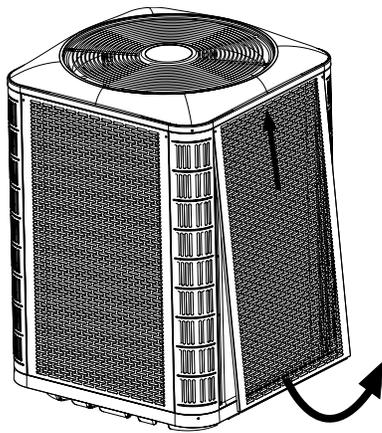
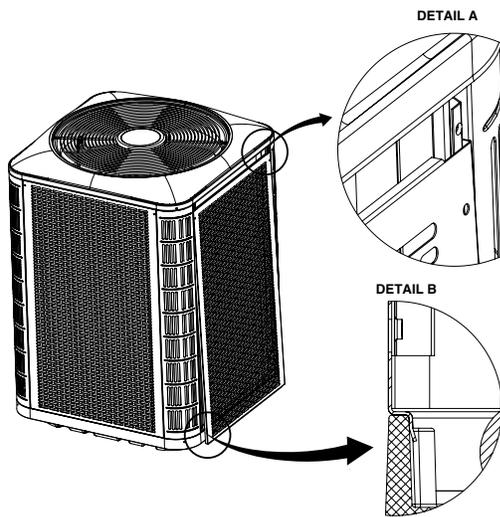

Figure 6. Désassemblage du panneau
Figure 7. Installation du panneau
- Pour accéder aux composantes internes de l'appareil, consultez la Figure 6 \(page 8\) pour désassembler le panneau et la Figure 7 \(page 8\) pour installer le panneau.
2. Glissez le panneau vers le haut et le bac supérieur pour dégager la bride inférieure du bac inférieur. Voyez la Figure 6 \(page 8\).
1. Insérez les coins supérieurs des brides latérales du panneau dans les rainures du montant de coin, tel que montré dans la Vue détaillée A à la Figure 7 \(page 8\).